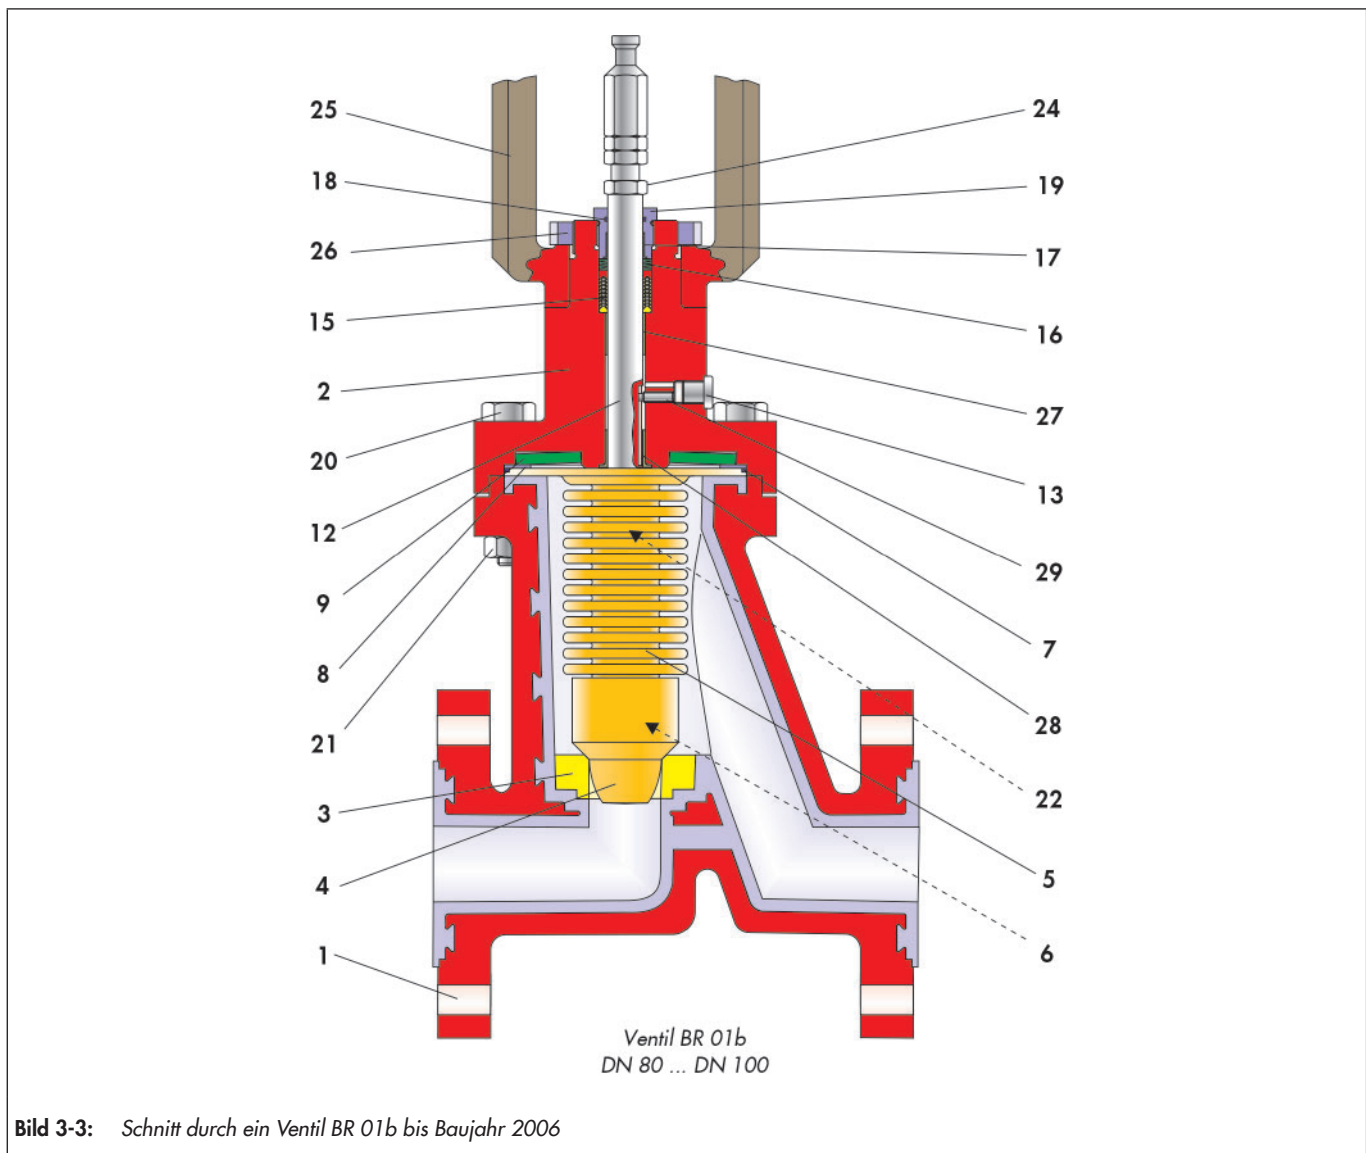

Bild 3-3: Schnitt durch ein Ventil BR 01b bis Baujahr 2006
- ⇒ Deckelflansch (2) mit der Spindeldurchführung nach unten in einen Schraubstock spannen.
- ⇒ Glycodur-Buchse (27) mit einem geeigneten Dorn bis zum Anschlag in die Spindeldurchführung einführen.
- ⇒ Glycodur-Bundbuchse (28) bis zum Anschlag eindrücken.
- ⇒ Zur weiteren Montage den Deckelflansch (2) mit der Flanschseite auf eine saubere, in Arbeitshöhe positionierte Fläche legen, so dass die obere Öffnung gut erreichbar ist.
- ⇒ Dachmanschettenpackung (15) mit Reihenfolge V-Druckring, PTFE-V-Ringe und Schlussring in die dafür vorgesehene Bohrung eindrücken. Anordnung der Dachmanschettenpackung ist der Zeichnung Bild 3-3 zu entnehmen.
- ⇒ Tellerfedersatz (16) einlegen. Anordnung der Tellerfedern ist der Zeichnung Bild 3-3 zu entnehmen.
- ⇒ Tellerfeder (9), Druckscheibe (8) und O-Ring (7) in den Deckkellflansch (2) einlegen. Anordnung der Bauteile ist der Zeichnung Bild 3-3 zu entnehmen.
- ⇒ Vormontierte Spindeleinheit (vgl. Kapitel 3.5.2.2) in Deckkellflansch (2) einsetzen
- ⇒ Flansch des Faltenbalges (5) in Eindrehung des Deckkellflansches (2) drücken.
- ⇒ Gewindestift (29) einschrauben.